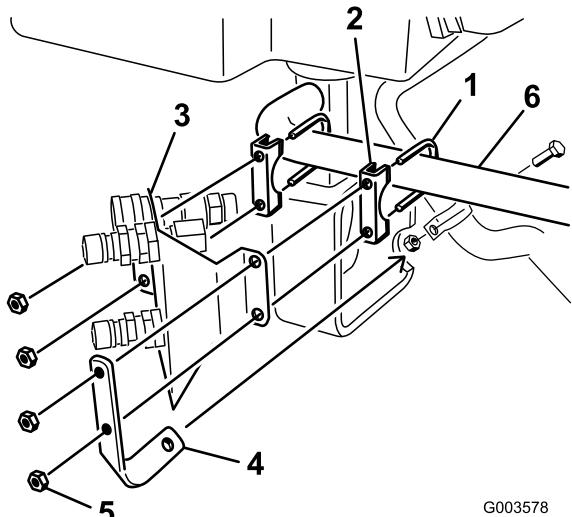

图 10
**注意** 此时不要上紧螺母。要安装液压管线接头支架需要保持松动 图 10。